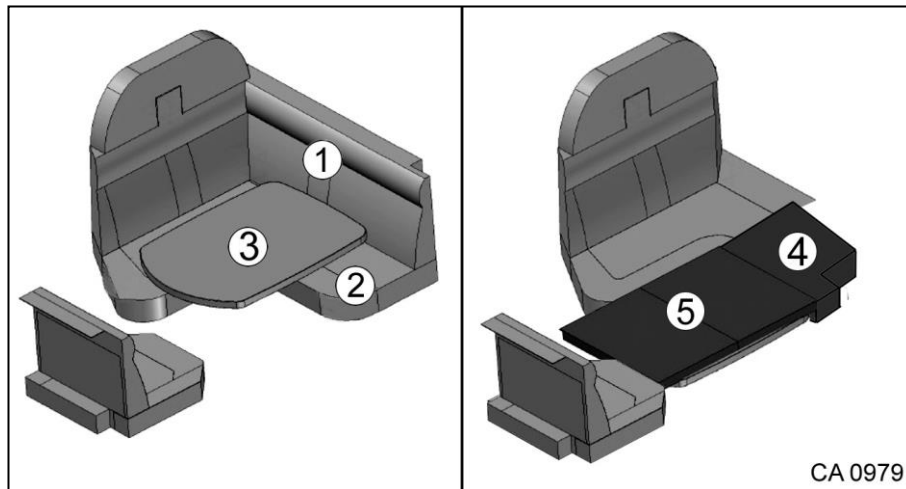

Fig. 61 Transformer les canapés en couchage pour la nuit
1. Enlever le coussin dossier (Fig. 61/1) et le coussin d'assise (Fig. 61/2).
2. Abaisser la table (Fig. 61/3).
3. Mettre en place le premier coussin d'appoint (Fig. 61/4).
4. Mettre en place le deuxième coussin d'appoint (Fig. 61/5).